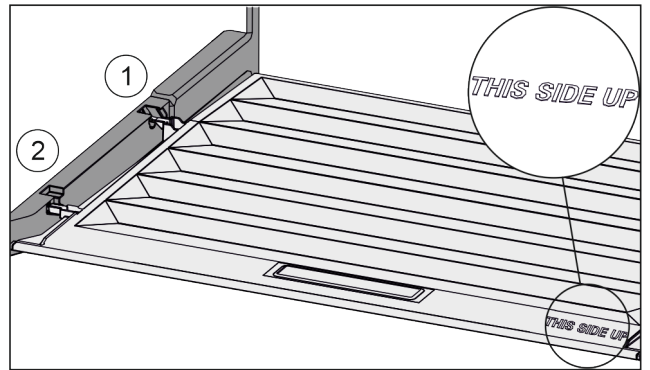

Fig. 47
- ▶ Dekselranden via de opening van de achterste houder Fig. 47 (2) klikken.